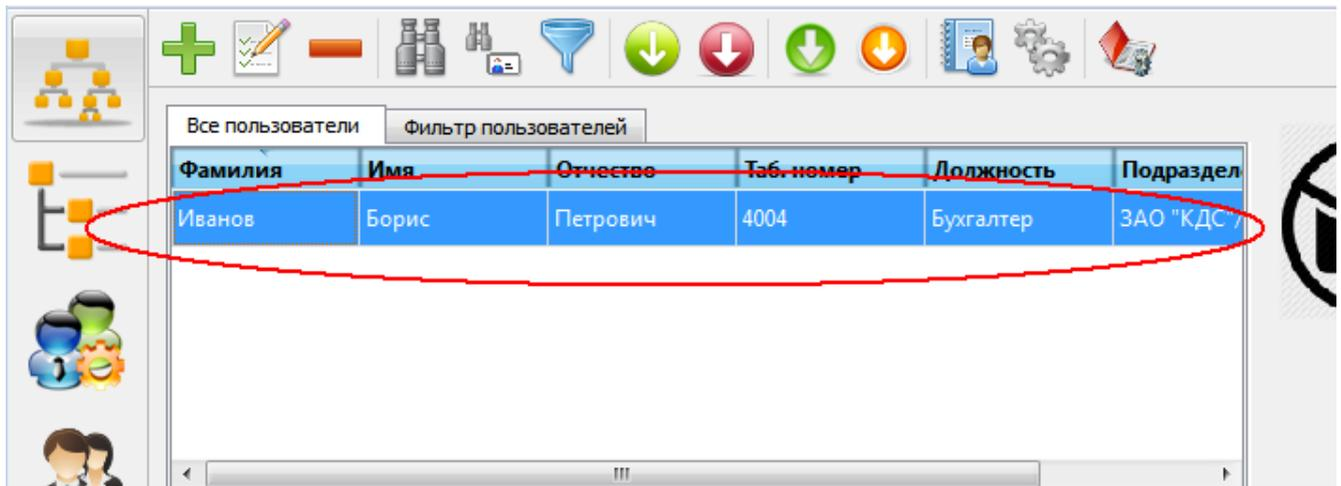

Рис. 90
- Выберите пользователя в верхнем списке страницы «Список пользователей» (Рис. 90).